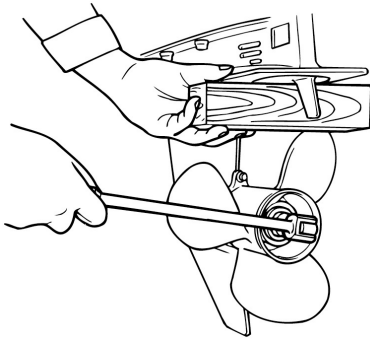

Рис. 55 Фиксация гребного винта с помощью деревянного бруска
2. Поместите деревянный брусок между винтом и антикавитационной пластиной чтобы предотвратить вращение гребного винта (Рис. 55).
3. Чтобы предотвратить вращение гребного винта поместите деревянный брусок между винтом и антикавитационной пластиной (Рис. 55) и затяните гайку гребного винта.